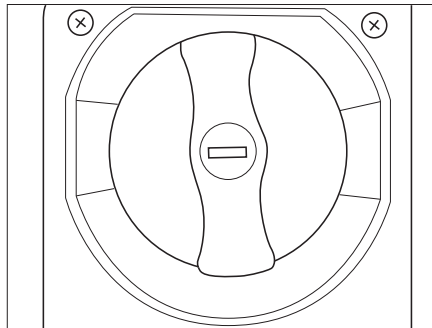

Figure 72 Ouverture de remplissage
- Remplir le réservoir d'eau fraîche à l'aide d'un tuyau de remplissage approprié ou d'un bidon en passant par l'ouverture de remplissage (Figure 72). Le réservoir d'eau fraîche est équipé d'un trop-plein. Si le réservoir est plein, l'excès d'eau s'écoule à travers celui-ci vers l'extérieur sous le véhicule.